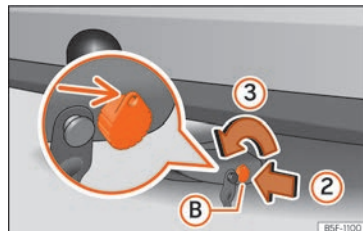

Abb. 272 Schloss entriegeln
- Stecken Sie den Schlüssel **(B)** in Pfeilrichtung **(2)** in das Schloss » Abb. 272.